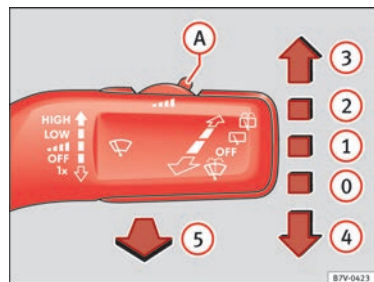

Fig. 65 Utilizzo dei tergicristalli.
- Premere brevemente la leva dei tergicristalli verso il basso ⇒ fig. 65 ④ ▶